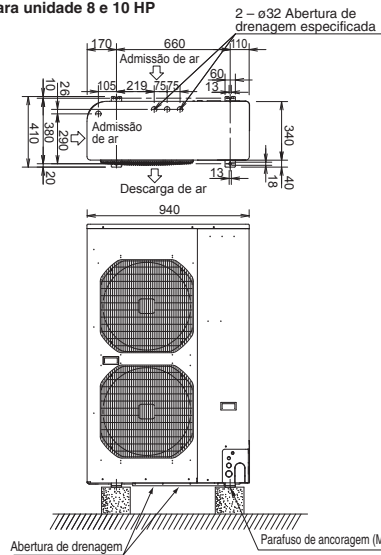

Fig. 4-1
- Consulte a Fig. 4-1 para as dimensões dos parafusos de ancoragem.
- Para as dimensões da abertura de drenagem, consulte a Fig. 4-1.